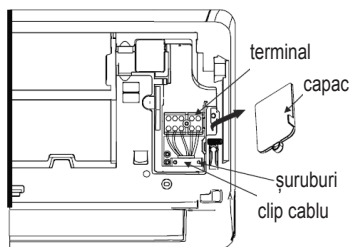

fig. 15 -
1. Deschideți panoul frontal al unității ("fig. 15 -")